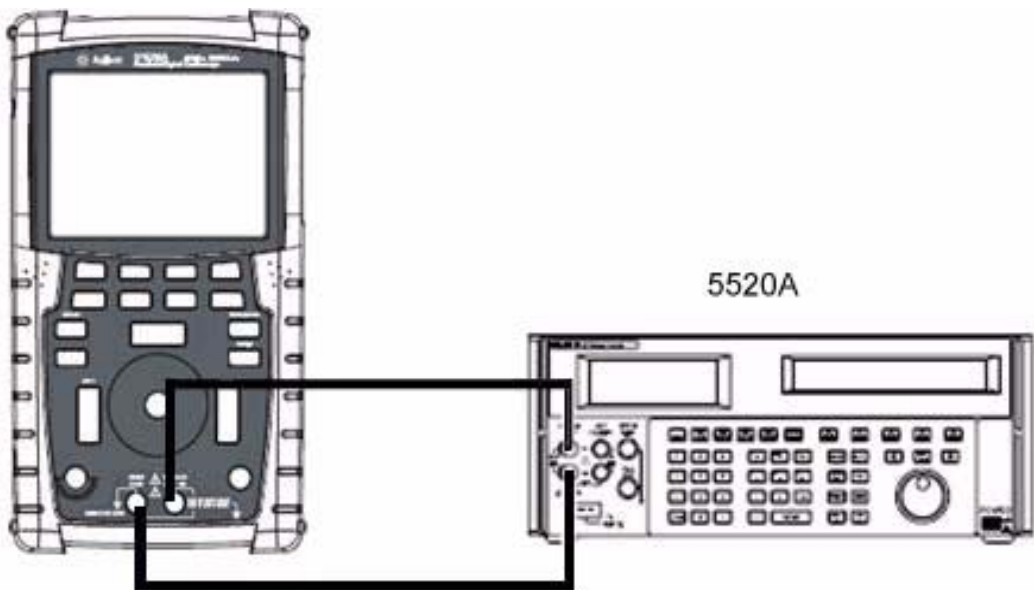

Abbildung 7-2 Testverbindungen vom Eichgerät zum Instrument
- 4 Verbinden Sie, wie in Abbildung 7-2 gezeigt, das Eichgerät mit dem Eingang des Instruments und der Erdung und verwenden Sie dazu einen Bananenstecker.